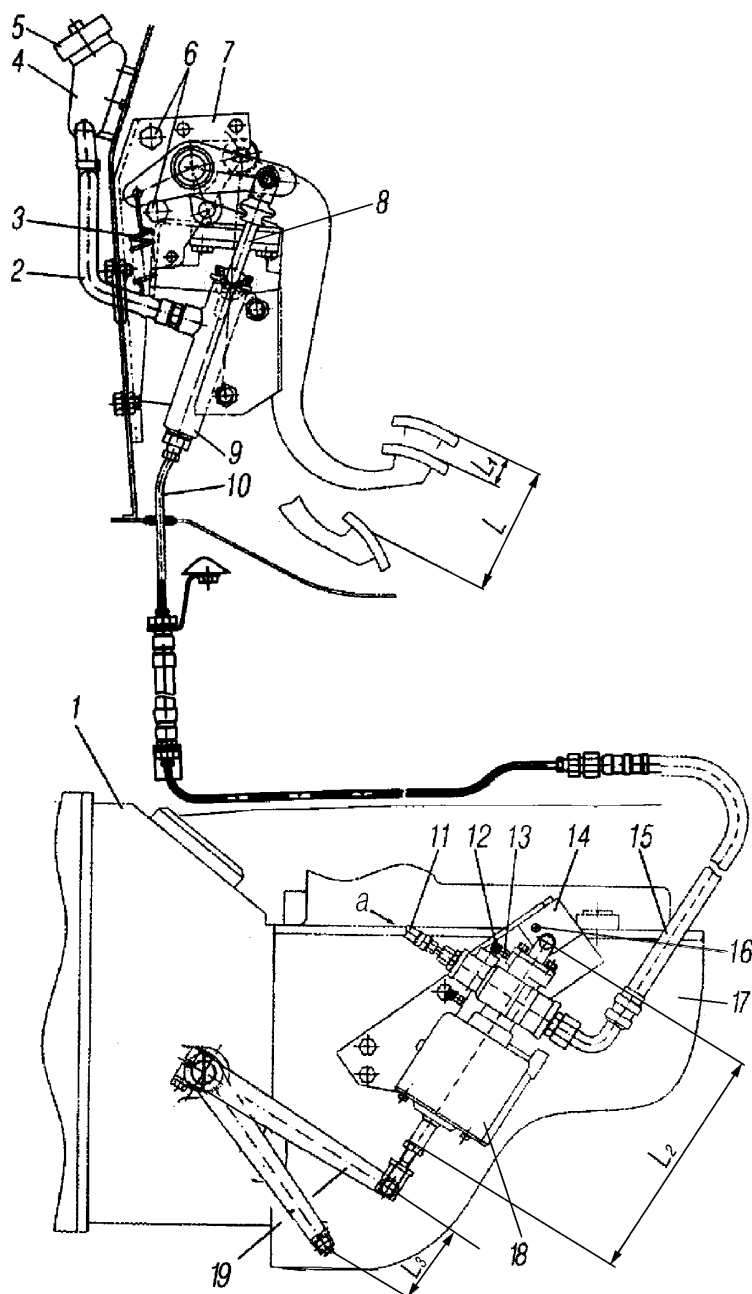
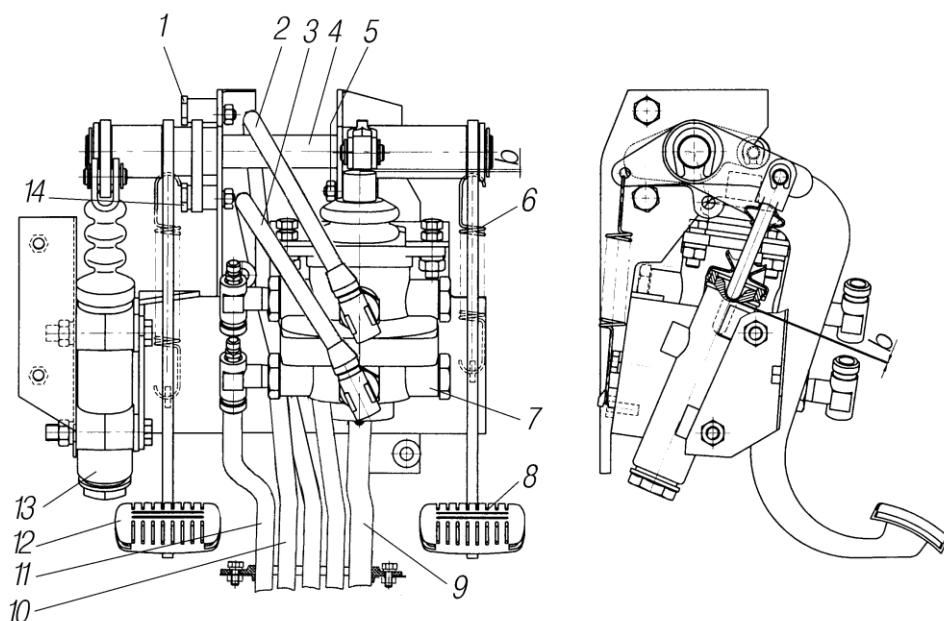

Рис. 20. Привод выключения сцепления:
Рис. 21. Привод управления сцеплением и тормозным краном:
Привод выключения сцепления с пневмогидравлическим усилителем (ПГУ). Главный цилиндр 9 (рис. 20) расположен на кронштейне 7 передней панели кабины. На поршень воздействует толкатель 8, который через рычаг соединен с педалью сцепления 12 (рис. 21).
При воздействии на педаль сцепления давление жидкости из главного цилиндра 9 (см.рис. 20) передается по трубке 10, шлангу 15 в пневмогидравлический усилитель 18, установленный на коробке передач, который, действуя на рычаг 19, выключает сцепление. В ПГУ жидкость давит на шток и одновременно открывает клапан пневмосистемы.
**Регулировка свободного хода педалей сцепления и тормоза** производится соответственно эксцентриками 14 и 5 (см. рис. 21), расположенными на кронштейне педального механизма. Свободный ход педалей сцепления и тормоза  $L_1$  должен быть 2,5-5,5 мм. Полный ход педали сцепления должен быть 135-150 мм, регулируется эксцентриком 1. Регулировка полного хода педали тормоза не требуется.
Свободный ход рычага 19 (см. рис. 20) конструкцией не предусмотрен. Регулировки ПГУ или перестановки рычага по мере износа сцепления не требуется.
- плотности прилегания упорного болта 16 (см.рис. 20) к картеру коробки передач.